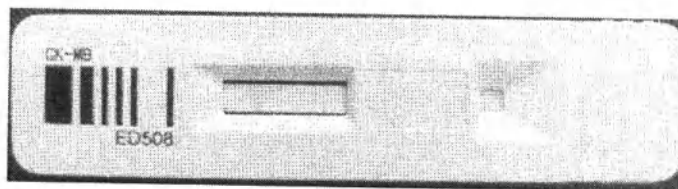

Рис. 22 Штрих-код
- 4) Для заполнения кода образца выберите ячейку «Sample ID» и не вводите данные вручную, а используйте сканер и считайте им штрих-код с тест-кассеты с реагентами (см. рис. 22).